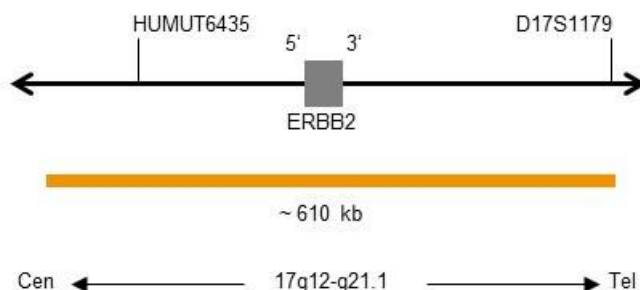

Fig. 1: SPEC ERBB2 Mappa della sonda (non in scala)
- Polinucleotidi (~4.5 ng/μl) marcati con ZyGreen (eccitazione 503 nm/emissione 528 nm), le cui sequenze target mappano in 17p11.1-q11.1 specifiche per la regione alfa-satellite D17Z1 centromerica del cromosoma 17 (vedere Fig. 1).
- Polinucleotidi (~4.5 ng/μl) marcati con ZyOrange (eccitazione 547 nm/emissione 572 nm), le cui sequenze target mappano in 17q12-q21.1* (chr17:37,572,531-38,181,308) in cui è localizzato il gene ERBB2 (vedere Fig. 1).